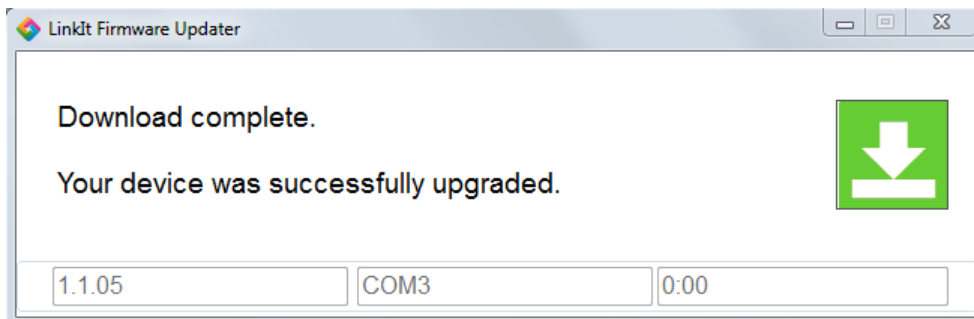

图 26 固件更新已经完成
- 6) 稍后，LinkIt Firmware Updater 会确认固件更新已经完成，如图 26。